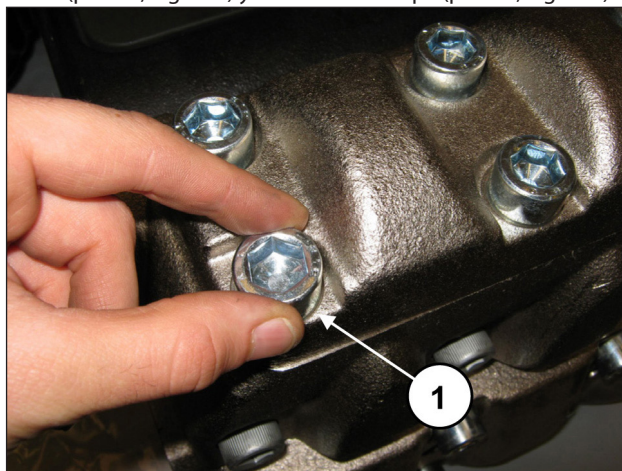
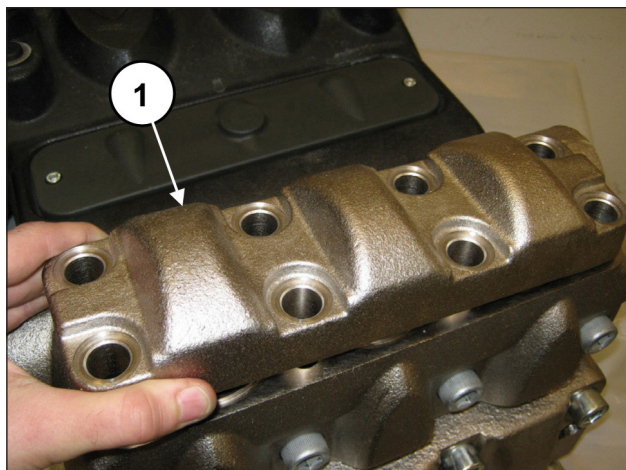

Fig. 139
Fig. 140
Para extraer los grupos de válvula operar del siguiente modo: Quitar los 8 tornillos M16x45 de la tapa de las válvulas de envío (pos. ①, Fig. 139) y desmontar la tapa (pos. ①, Fig. 140).